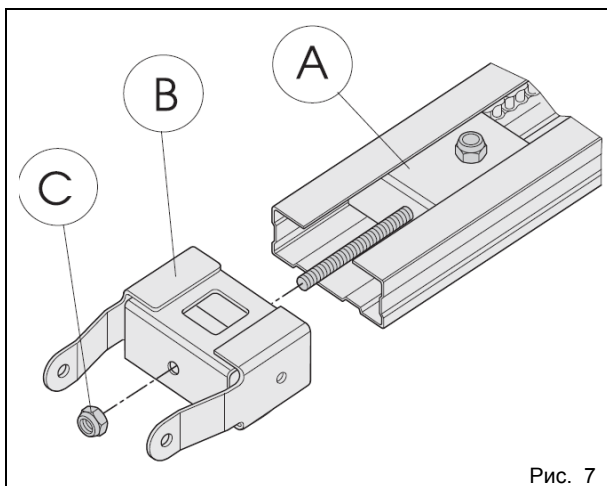

Рис. 7
- 2) Модуль передачи (рис. 7, поз. А) протягивают по всему профилю от заднего края, где крепится привод, до переднего края.
- 3) Модуль передачи крепят к переднему кронштейну (рис. 7, поз. А и В).
- 4) Гайку (рис. 7, поз. С) следует затянуть таким образом, чтобы цепь была слабо натянута.